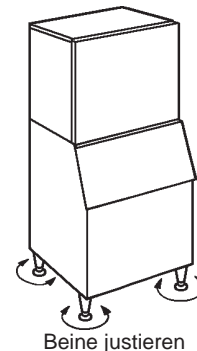

Abb. 4
- 7) Die vier Beine justieren (zwischen 0 und 25,4 mm verstellbar), so dass die Eismaschine vollkommen horizontal steht. Dazu die Wasserwaage verwenden. Vgl. Abb. 4.